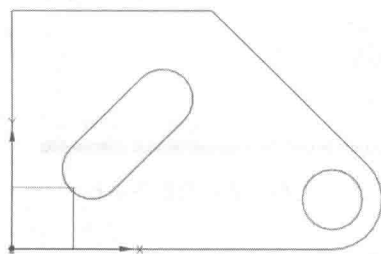

图 1-1-17 建模界面下的草图
(10) 完成草图。在【草图工具】工具条中选择  完成草图 按钮, 系统回到建模界面。截面图形如图 1-1-17 所示。